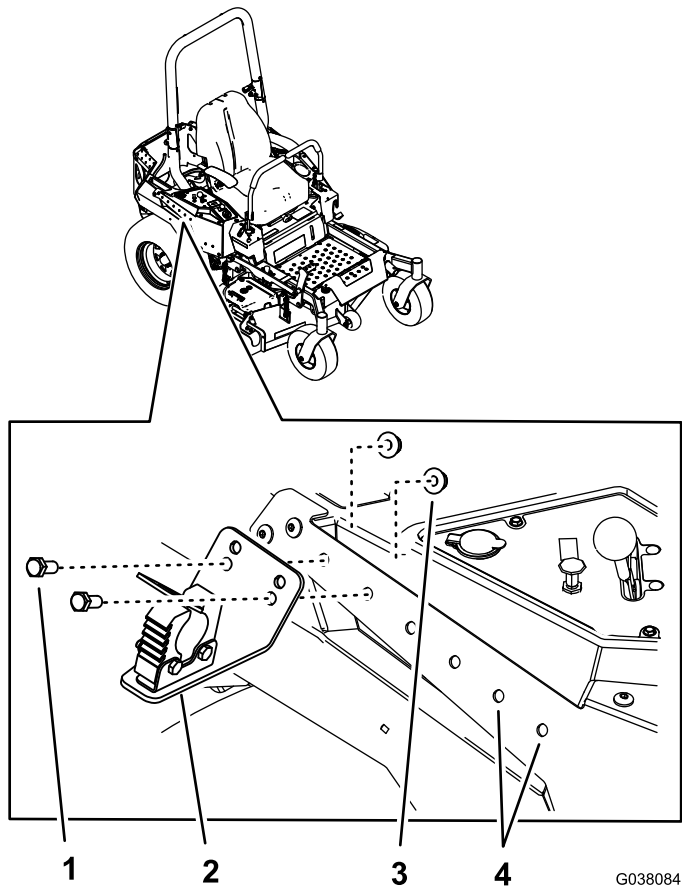

Figura 5
1. Installate il gruppo del supporto posteriore sul pannello di destra della macchina utilizzando 2 bulloni (3/8" x 7/8") e 2 dadi (3/8") come illustrato nella Figura 5.